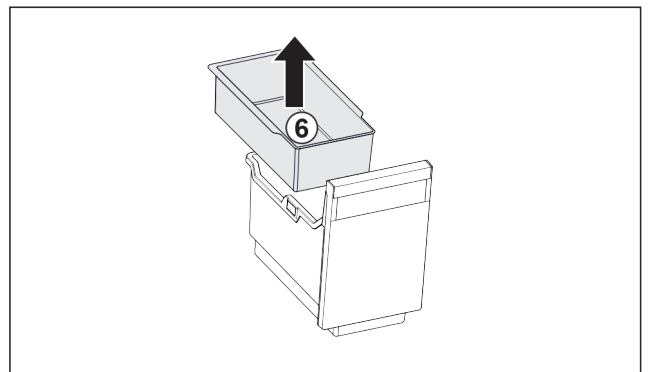

Fig. 140
- ▶ Вийняти підвісний лоток Fig. 140 (6).